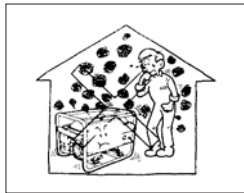

Fig. 1
- 1-1 Utilice el generador en sitios ventilados, puesto que contiene monóxido de carbono. No utilice el generador en sitios no ventilados (ver fig. 1).